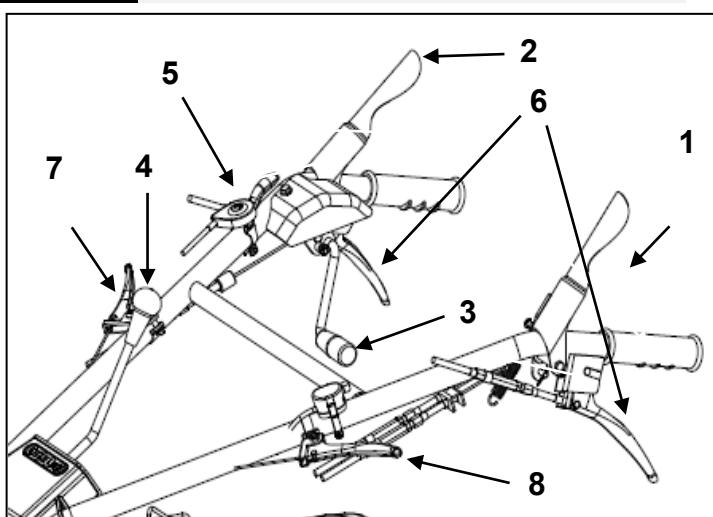

Figura 1
Empuje la palanca (1, Figura 1) hacia el manillar para hacer que la máquina se mueva. Suelte la palanca para que la máquina se detenga.
La palanca del embrague de la cuchilla hace que el motor impulse la cuchilla para cortar. Empuje la palanca (2, Figura 1) y luego levante la palanca (3, Figura 1) para hacer girar la cuchilla.
Esta palanca (4, Figura 1) permite seleccionar 3 velocidades de avance (1, 2, 3), 1 velocidad de retroceso (R) o 1 posición neutral (N).
Empuje la palanca del acelerador (5, Figura 1) hacia la izquierda para aumentar la velocidad del motor, empuje la palanca del acelerador hacia la derecha para disminuir la velocidad del motor al ralentí. Siempre opere la cortadora de césped a la velocidad máxima del motor.
Las palancas de embrague laterales (6, Figura 1) se utilizan para cambiar la dirección de la máquina. Agarre la palanca derecha para girar a la derecha y la palanca izquierda para girar a la izquierda. Para mover la máquina cuando el motor está apagado, agarre las dos palancas.
Agarre la palanca (7, Figura 1) para mover el manillar hacia la derecha y hacia la izquierda. Y agarre la palanca (8, Figura 1) para mover el manillar hacia arriba / abajo.